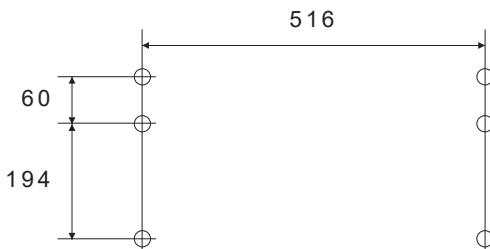

Fig.5
1. Percez 6 trous de  $\varnothing 5$  mm sur le contreplaqué de l'armoire et fixez la hotte au bas de l'armoire avec 6 vis M4\*35 et des rondelles plates. Voir Fig. 5 et 6.